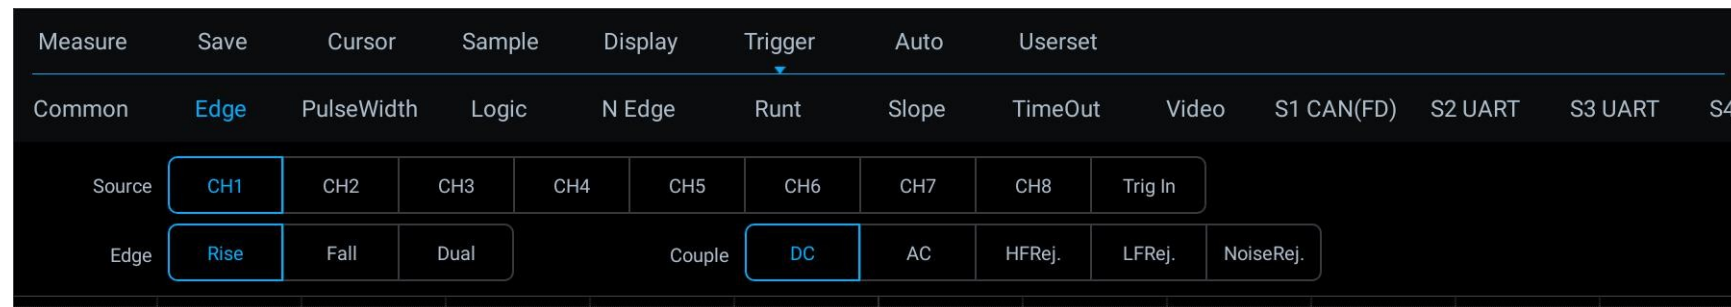

Abbildung 6-12 Menü zur Einstellung des Flankentriggers
1) Tippen Sie im Hauptmenü auf „Trigger“, um das Trigger-Menü zu öffnen, wählen Sie als Trigger-Typ „Flankentrigger“ aus und stellen Sie den Flankentrigger wie in Abbildung 6-12 gezeigt wie folgt ein: